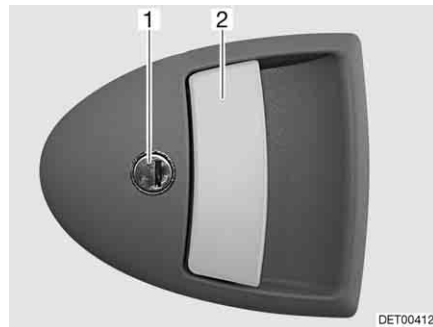

Fig. 58 Cerradura de la puerta de entrada, en el exterior
- Introducir la llave en el cilindro de cierre (Fig. 58,1) y girarla hasta que esté desbloqueada la cerradura de la puerta.
- Tirar del tirador de la puerta (Fig. 58,2). La puerta está abierta.
- Introducir la llave en el cilindro de cierre (Fig. 58,1) y girarla hasta que esté bloqueada la cerradura de la puerta.